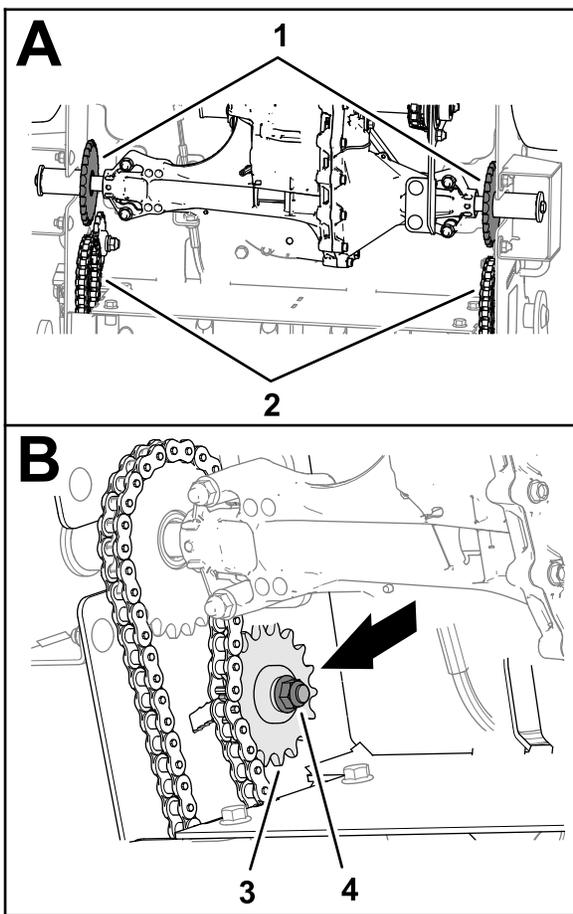

Рисунок 66
3. Наденьте приводные цепи на передние звездочки привода зубьев и натяжные звездочки (Рисунок 66), закрепите цепи с помощью соединительных звеньев.